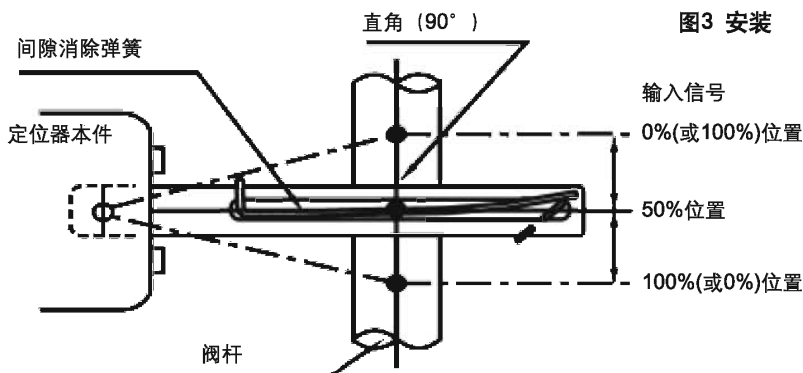

图4安装间隙消除弹簧
- ② 如图4所示，在输入信号12mA（50%）时，阀杆与反馈杆呈90度角的位置将反馈杆连接到调节阀上。务必设置间隙消除弹簧。
- ③ 性能最佳的行程为10~80mm，为了得到最佳的准确性和线性，反馈杆的动作角度最小10度，最大30度。
为了顺畅控制小尺寸执行器，先导阀节流孔与定位器一起提供。拧开把先导阀固定在定位器上的4个螺栓，把先导阀翻过来，如图11所示在先导阀底部的OUT1与OUT2内侧装上节流孔。此时，注意不要丢失补偿弹簧（参考图4）。节流孔装上后务必再拧紧4个螺栓。